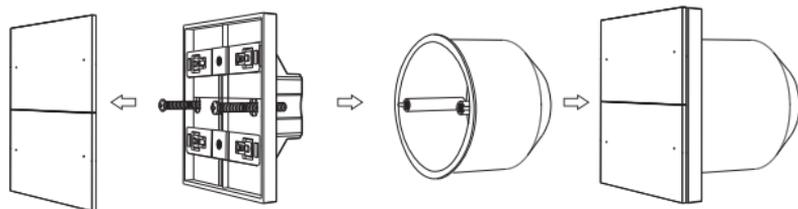

Рис. 2. Монтаж панели SMART-ZB-801-22-1G-4SC-MULTI-IN
- 3.6. Смонтируйте панель согласно схеме на рис. 2.